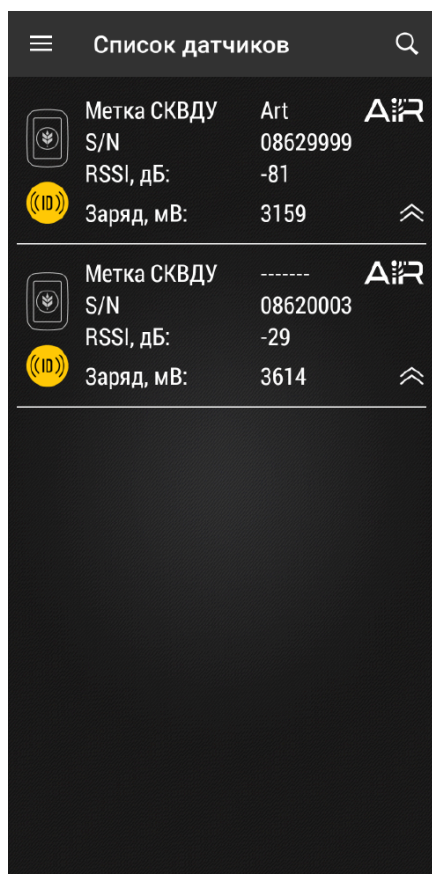
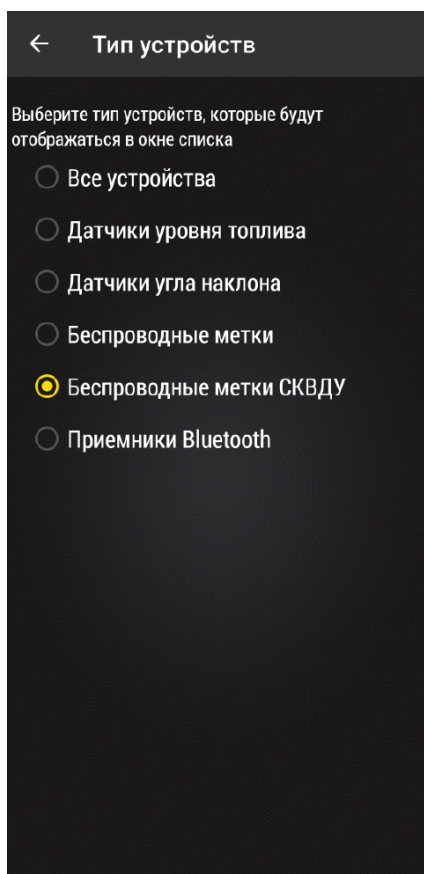

Рис.1. Найденные устройства
Рис.2. Варианты фильтрации
2. Запустите приложение USP Tool. Откроется экран поиска поддерживаемых устройств (**Рис.1**). Все найденные устройства выводятся на экран общим списком. При необходимости можно выполнить фильтрацию отображаемых устройств: нажать кнопку  в левом верхнем углу экрана, в открывшемся меню выбрать пункт «Тип устройств», далее — вариант «Беспроводные метки СКВДУ» (**Рис.2**) и вернуться к экрану со списком устройств.